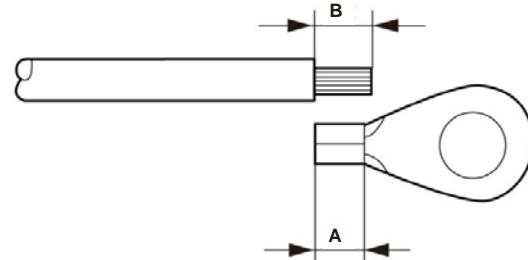

Figura 5.8 Longitud adecuada
3) Pele el aislamiento del cable de tierra a una longitud adecuada (consulte la figura 5.8).